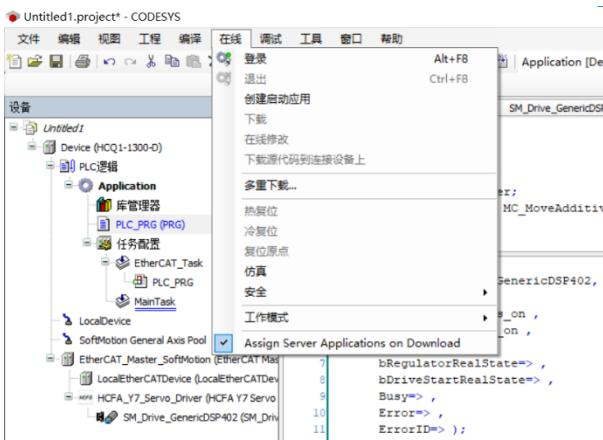

图13-17 登录控制器
1. 编译完成以后，点击【在线-登录】，如图13-17所示。